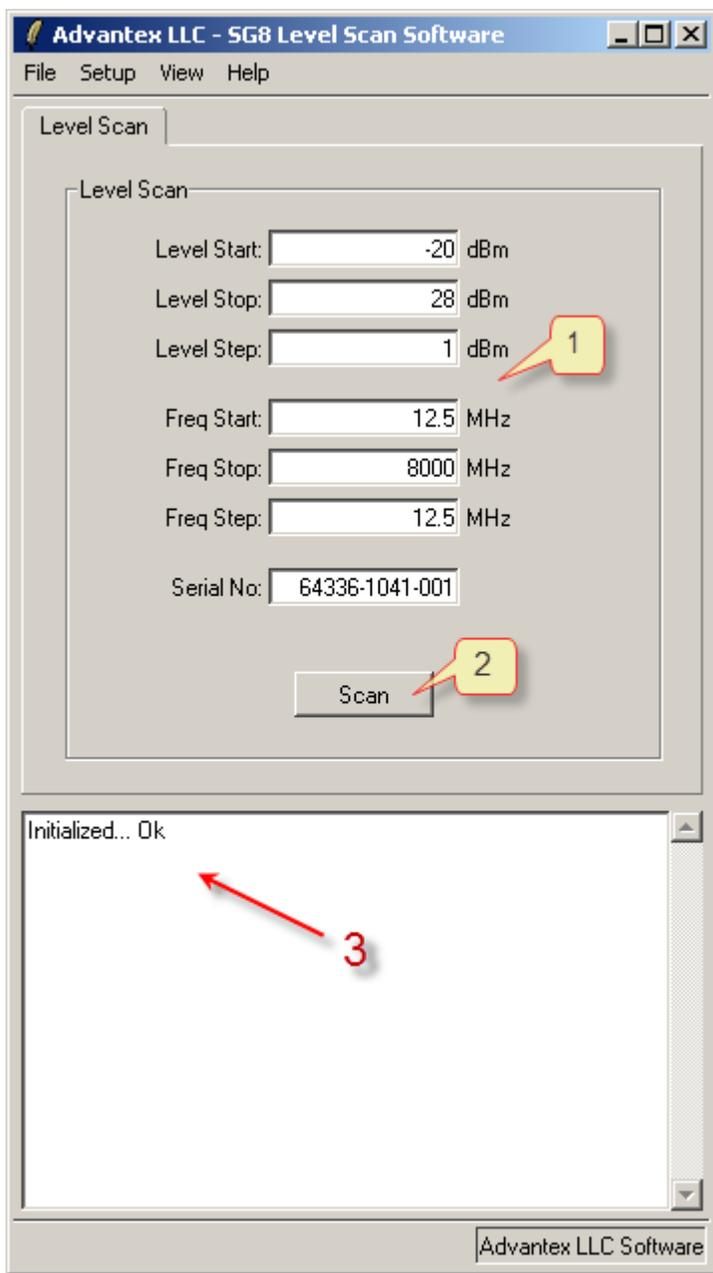

Рис. 15: Приложение SG8\_Level\_Scan
3. Укажите начальные и конечные значения, а также шаг для уровня и частоты (поз. 1, рис. 15). Рекомендуется использовать шаг сетки уровня 1 дБ, поскольку шаг, используемый в алгоритме калибровки равен 2 дБ. Таким образом, можно снять данные между точками, используемыми при калибровке, где ошибка теоретически достигает максимальных значений. То же самое относится и к сетке частот. Калибровочные точки по частоте следующие: от 10 МГц до 100 МГц используется шаг 1 МГц, от 100 МГц до 1 ГГц используется шаг 10 МГц, от 1 ГГц до 8 ГГц используется шаг 25 МГц. Таким образом, если использовать сетку 12.5 МГц, всегда найдутся точки, не совпадающие с калибровочными.
4. Нажмите кнопку “Scan” (поз. 2, рис. 15), текущие значения частоты и уровня будут отображаться в окне (поз. 3, рис. 15). Как только программа завершит сканирование, появится строка “Done in .. minutes and .. seconds”, и в корневой директории программы создадутся два файла – SG8\_level\_<Serial\_No>.csv и SG8\_status\_<Serial\_No>.csv. Эти два файла содержат данные сканирования уровня со статусом и далее обрабатываются программой SG8\_TP\_LevelScan (см. следующий раздел).